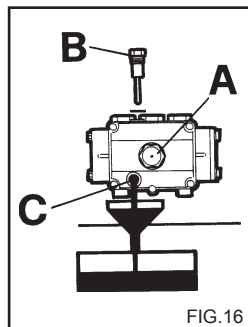

FIG. 16
- 2) De tap met de oliepeilstaaf losschroeven (Fig. 16)